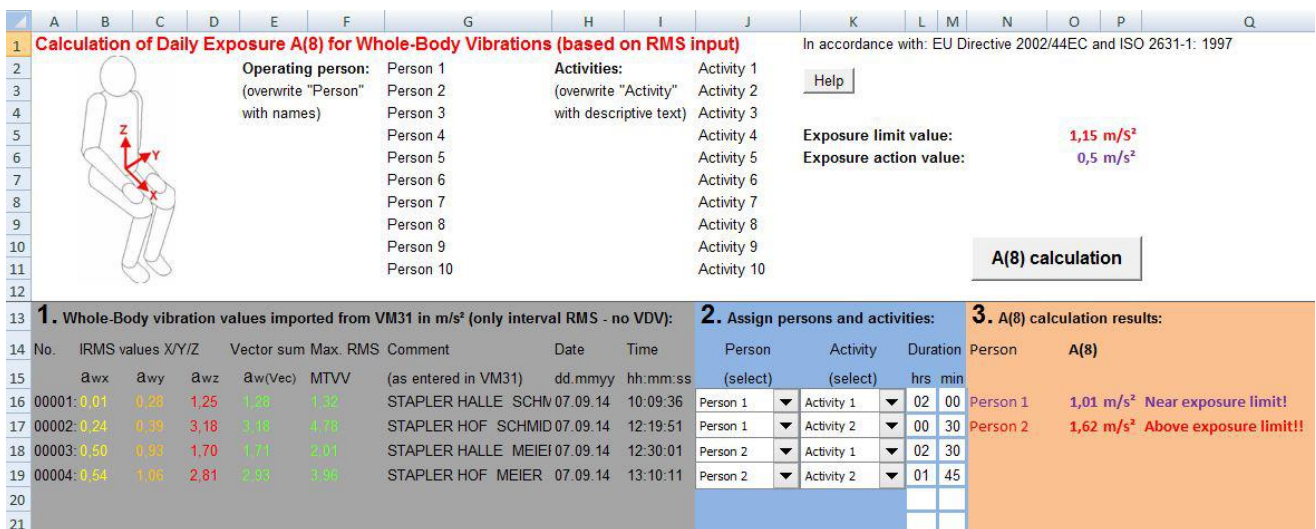

Figura 39: cálculo de exposición diaria en Excel
Clicar "A(8) calculation" o, en caso de VDV, "Daily exposure calculation" para calcular la exposición a la vibración (Figura 39).